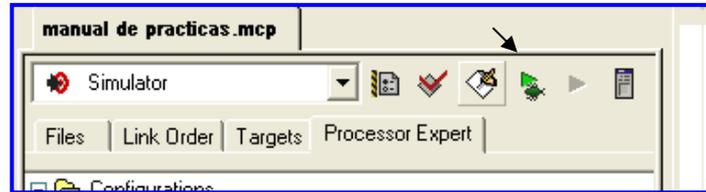

Figura 4.20 Icono Debug.
23.-Para ejecutar el programa ya sea en forma de simulación o en forma de monitor, hacer clic en el icono *Debug* del siguiente menú (Figura 4.20).